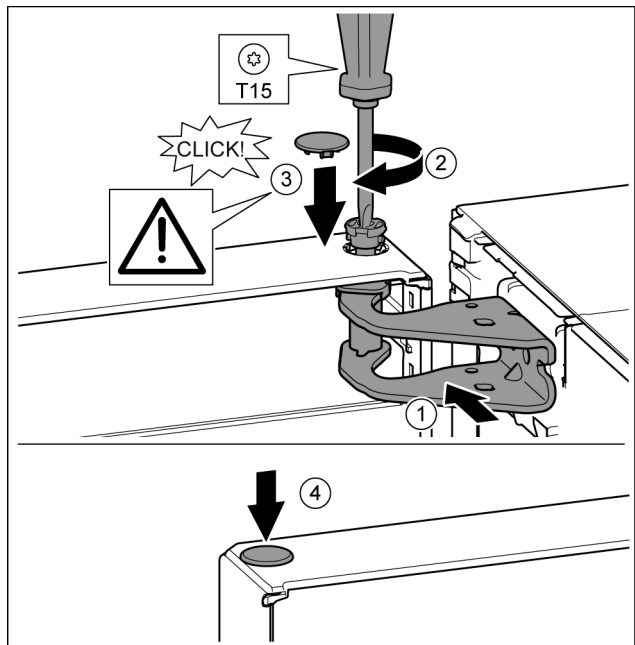

Fig. 21
- ▶ 将门的上方对准托架中的开口。 Fig. 21 (1)
- ▶ 放入螺栓并用 T15 螺丝刀拧紧。 Fig. 21 (2)
- ▶ 安装冰箱门安全装置的安全盖：放入安全盖并检查其是否在门上。此外将螺栓完全插入。 Fig. 21 (3)
- ▶ 放上堵头。 Fig. 21 (4)